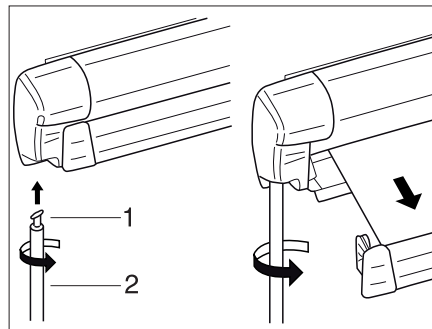

Bild 42 Markise
- Haken (Bild 42,1) der Kurbelstange (Bild 42,2) in die Getriebeöse einhängen und um 90° drehen.